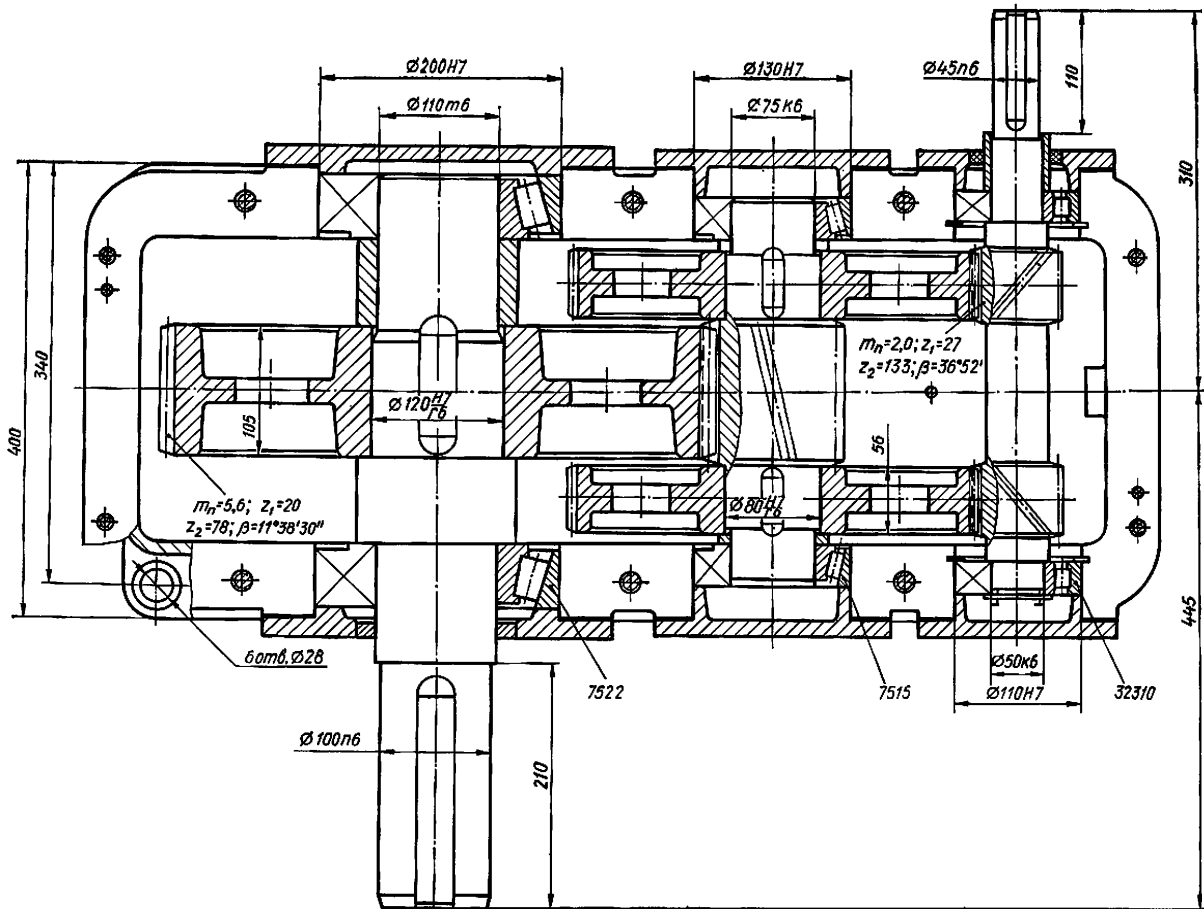

Рис. 1,б. Редуктор циліндричний двоступінчастий (вигляд згори)
Завдання 1,б. Шпонка вихідного (тихохідного) вала ($d=100$ мм – діаметр вала; $l_p=125$ мм – довжина шпонки; $t_2=6,4$ мм – глибина паза у валі) редуктора (рис. 1,б) має робоче напруження змінання $80,73$ МПа. *Муфта на валу не наведена.*
Перевірити динамічну міцність вхідної ділянки швидкохідного вала ($d=45$ мм, $t_1=5,5$ мм, $t_2=3,8$ мм, $b=14$ мм, сталь 40 нормалізована, $\sigma_T=280$ МПа, $\sigma_s=550$ МПа). Решту потрібних параметрів взяти із рис. 1,б і довідників (**70 балів**).
1. Відповідно до рис.1,б редуктора розробити його кінематичну схему з нумерацією валів і зубчастих коліс та визначити передаточні відношення ступенів і загальне передаточне відношення редуктора (**10 балів**);